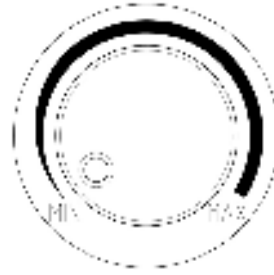

fig. 7
- Per attivare la funzione ANTIGELO, ruotare la manopola "A" (fig. 1) (fig. 7) e selezionare la potenza di riscaldamento ruotando la manopola "B".
- To activate FROST-PROTECTION function, turn knob "A" (fig. 1) (fig. 7) and select the heating power by turning knob "B".
- Pour activer la fonction ANTIGEL, tourner la molette "A" (fig. 1) (fig. 7) et sélectionner la puissance de chauffage en tournant la molette "B".